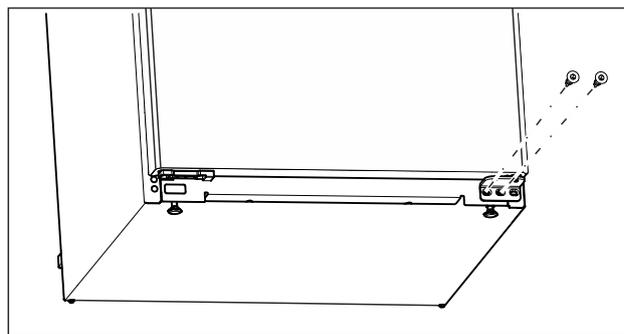

Fig. 12
- Выверните на нижнем опорном кронштейне центральный винт при помощи отвертки Torx 20. (см. Fig. 12)
- Выверните на нижнем опорном кронштейне внутренний винт при помощи отвертки Torx 20. (см. Fig. 12)